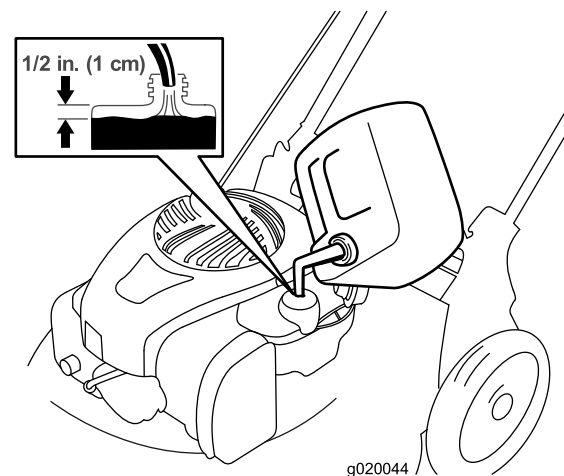

Figura 7
1. Limpie la zona alrededor del tapón del depósito de combustible y retire el tapón del depósito (Figura 7).